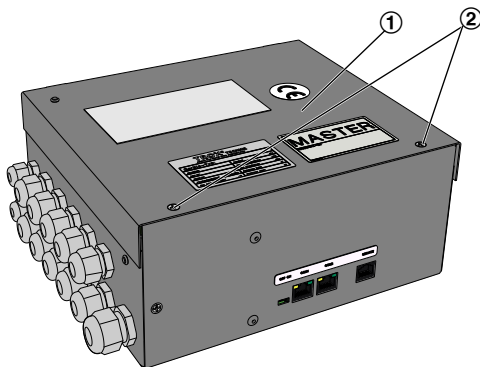

Abb. 8: Regelungsbox
1. ▶ Deckel der Regelungsbox (Abb. 8/1) demontieren, dazu die Kreuzschlitzschrauben (Abb. 8/2) lösen und den Deckel abnehmen.